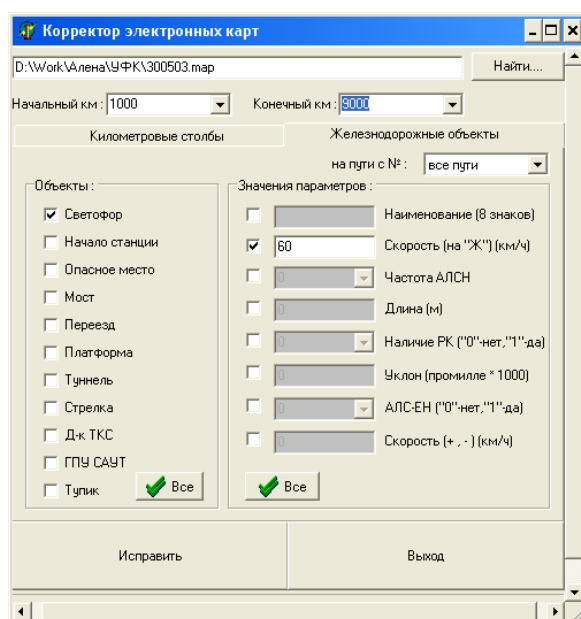

Рисунок 2.48
В закладке «Железнодорожные объекты» (рисунок 2.48) указаны все типы железнодорожных объектов и имеются поля для внесения новых значений параметров.
- установите галочки (рисунок 2.48) слева от тех типов железнодорожных объектов, для которых проводится корректировка (для выбора всех железнодорожных объектов нажмите клавишу «Все»);
- выберите, установив галочку, корректируемый параметр и далее впишите требуемое его значение (рисунок 2.48);